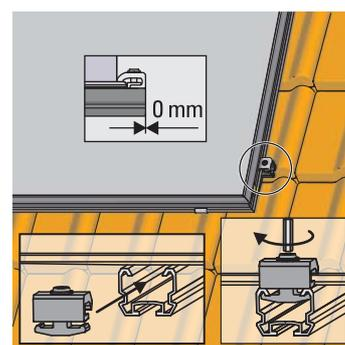

Fig. 3-31 Insérez et serrez les mises à la terre uniques du dernier capteur solaire.
10. Insérez et vissez les mises à la terre uniques du dernier capteur solaire (fig. 3-31).